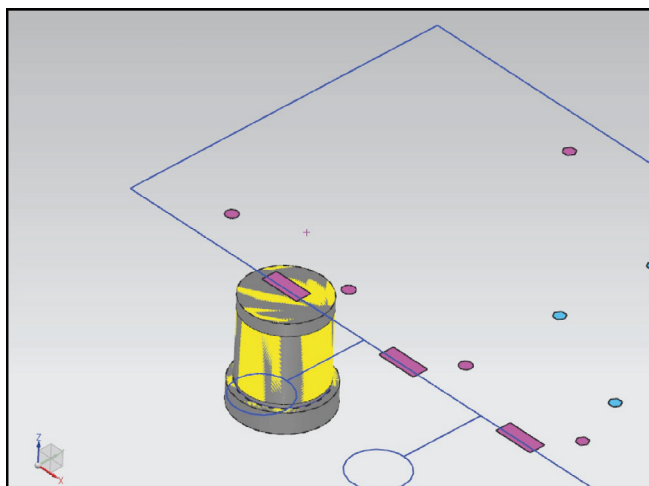

Рис. 8.9. Вид созданной матрицы из библиотеки стандартных деталей
12. В разделе **Подробная** в предлагаемой таблице укажите следующие параметры детали: диаметр детали  $D = 20$  мм, диаметр фланца  $H = 23$  мм. Нажмите кнопку **OK** (рис. 8.9). Матрица будет иметь имя *prj\_MHD\_???*.